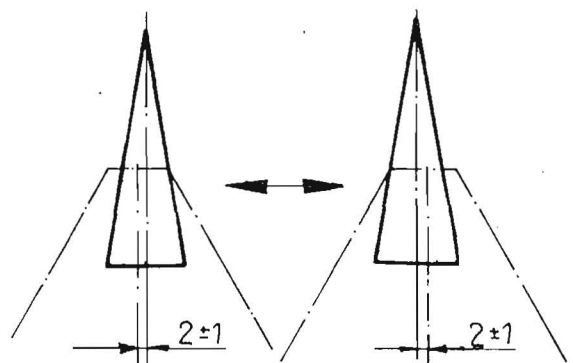

Bild 6/13
Ist das nicht der Fall, so muß die Verschraubung zwischen Messerkopflager (ML) und Messerkopf (MK) (Bild 6/11) gelockert und das Messer soweit in die entsprechende Richtung verschoben werden, bis der vorgeschriebene Überschneidung von 2 ± 1 mm entstanden ist. In dieser Stellung sind Messerkopf (MK) und Messerkopflager (ML) wieder fest miteinander zu verschrauben.